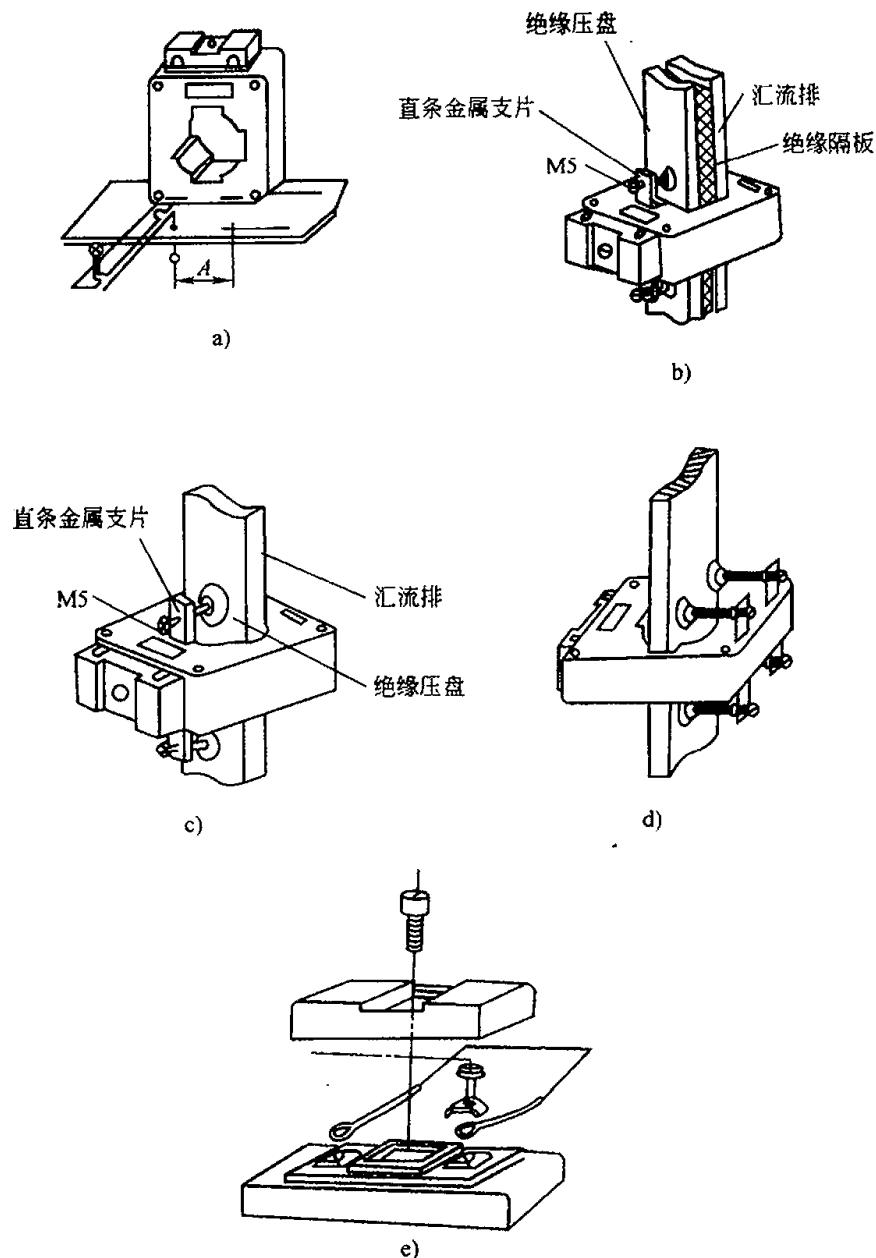

图 D-2 AKH—0.66 电流互感器安装示意图
(4) 安装方法（图D-2）。
(5) 注意事项
①工作电压不得超过0.66kV。
②运行中严禁二次开路，以防高电压产生；当通电时发生开路现象时，需进行退磁处理，以减少误差。
③当选用压紧母排衬垫固定方式安装时，必须和衬垫组合使用，以增大受力面积和避免环流。